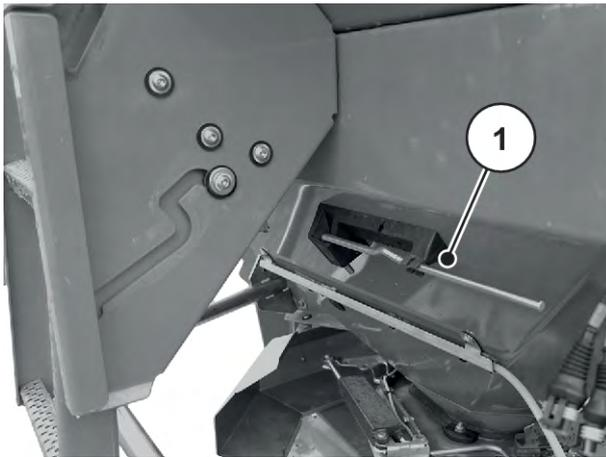

Abb. 32: Lage des Einstellhebels AXIS xx.2
- ▶ Einstellhebel wieder in die dafür vorgesehene Halterung ablegen. Siehe *Abb. 32 Lage des Einstellhebels AXIS xx.2*